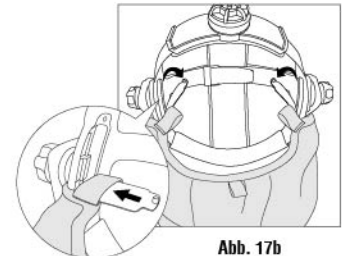

Abb. 17b
Schritt 2: Lösen Sie die Schnalle im Kopfteil und lassen Sie das Band durch die Schnalle laufen (siehe Abb. 17b).